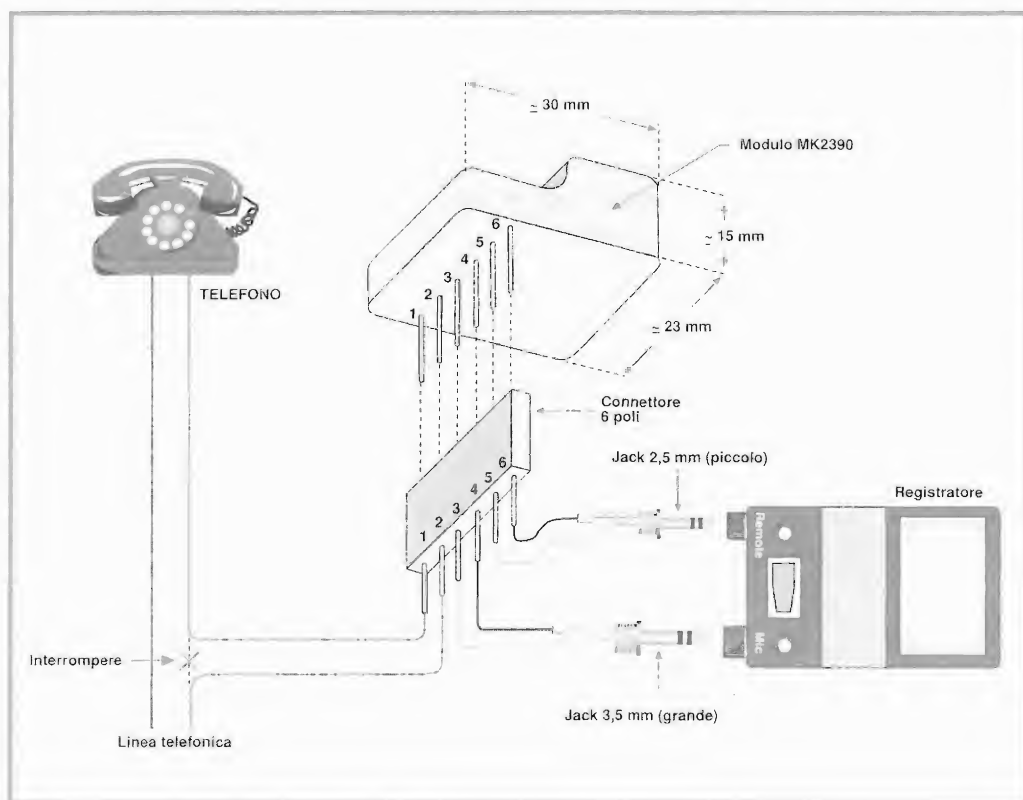

Figura 3.16. Installazione del modulo registratore.
**S**pesso, soprattutto per motivi di lavoro, abbiamo la necessità di registrare conversazioni telefoniche. Ciò può essere a volte disagiavo, dovendo predisporre il registratore, allacciarlo alla linea telefonica, avviarlo e fermarlo. Con il nostro dispositivo tutto diventa semplicissimo. Alzando la cornetta del telefono per rispondere a una chiamata o per effettuarne una, viene automaticamente attivato un qualsiasi registratore a cassette, che verrà stoppato quando, terminata la conversazione, abbasseremo la cornetta. Subito molto evidenti sono le dimensioni meccaniche estremamente contenute e, altra importantissima innovazione è l'assenza di alimentazione esterna in quanto il circuito viene autoalimentato dalla stessa linea telefonica, pur non pregiudicandone in alcun modo il perfetto funzionamento. Il dispositivo è formato da un modulo ibrido già pronto all'uso. Non necessita di alcuna taratura e può essere collegato a qualsiasi linea telefonica standard. In Figura 3.16 vediamo come si presenta il modulo